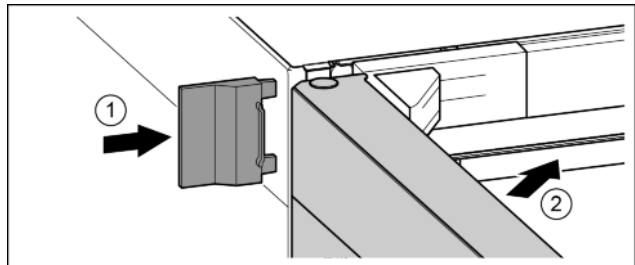

Fig. 20
- ▶ Tolja fel a külső fedelet. Fig. 20 (1)
- ▶ Csukja be a felső ajtót. Fig. 20 (2)